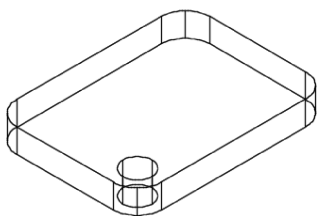

图 13-26 创建圆柱体
(4) 单击“三维工具”选项卡“实体编辑”面板中的“圆角”按钮, 半径为 10, 选择要圆角的长方体进行圆角处理。
(5) 单击“三维工具”选项卡“建模”面板中的“圆柱体”按钮, 绘制底面中心点为 (10,10,0), 半径为 6, 指定高度为 10 的圆柱体。结果如图 13-26 所示。